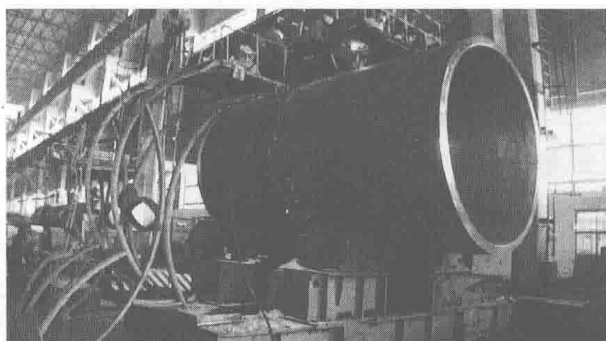
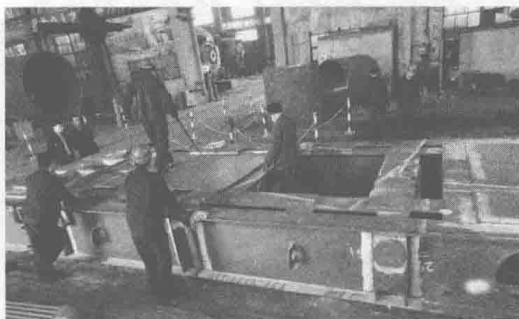

图 1-1 装焊大直径筒体的环缝
图 1-5 装焊大型发电机基座
3) 相互尊重，团结协作。生产钢结构产品，如压力容器、桁架、船体、箱体等，需要焊工与冷作工、起重工等多个工种合作，经过多道工序才能完成。每个车间、工段、班组的各个工种都要完成相应的工作，才能完成整个产品的制造。这就需要协调好车间、工段、班组、工种之间的关系；为相关工种及工序创造有利的条件和环境，达到一种“默契”的配合，否则将会影响产品的质量，延长产品的交货期。常见大型装置的焊接如图 1-1~图 1-5 所示。